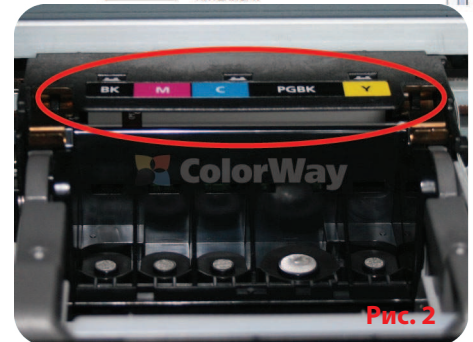

Рис. 2
1.3. **В зависимости от модели принтера последовательность цветов блока картриджей и банок внешних емкостей может отличаться.** Перед установкой и заправкой СНПЧ необходимо проверить правильность последовательности цветов, для этого посмотрите на каретку принтера (Рис. 2) и сравните с блоком емкостей и картриджей. Если это необходимо поменяйте наклейки обозначающие цвет на емкостях, и резиновые пробки местами, в соответствующей последовательности для Вашего принтера. Также необходимо переустановить картриджи в нужной последовательности, для этого вытаскивайте штуцер, прикрепленный к шлейфу с картриджа, переставьте картридж в нужное место и вставьте штуцер обратно.